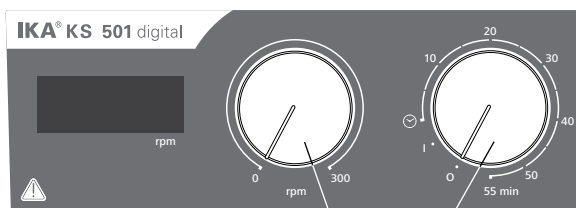

Fig. 3
- ⇒ Aby włączyć urządzenie, obrócić pokrętło „**Wł./wył.**” i „**Czasomierz**” (B, patrz Fig. 3) w kierunku zgodnym z ruchem wskazówek zegara do pozycji „1”.
- ⇒ Aby wyłączyć urządzenie, obrócić pokrętło „**Wł./wył.**” i „**Czasomierz**” (B) do pozycji „0”.
- ⇒ Aby włączyć urządzenie, obrócić pokrętło „**Wł./wył.**” i „**Czasomierz**” (B) w kierunku zgodnym z ruchem wskazówek poza pozycję “☺”.
- ⇒ Ustawić prędkość obrotową silnika za pomocą regulatora „**Prędkość obrotowa**” (C, patrz Fig. 3). Prędkość obrotową silnika można ustawić w zakresie od 0 do 300 rpm.